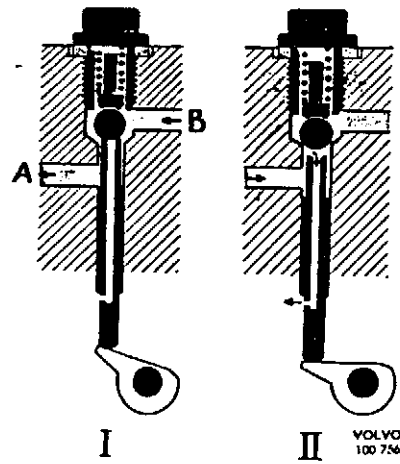
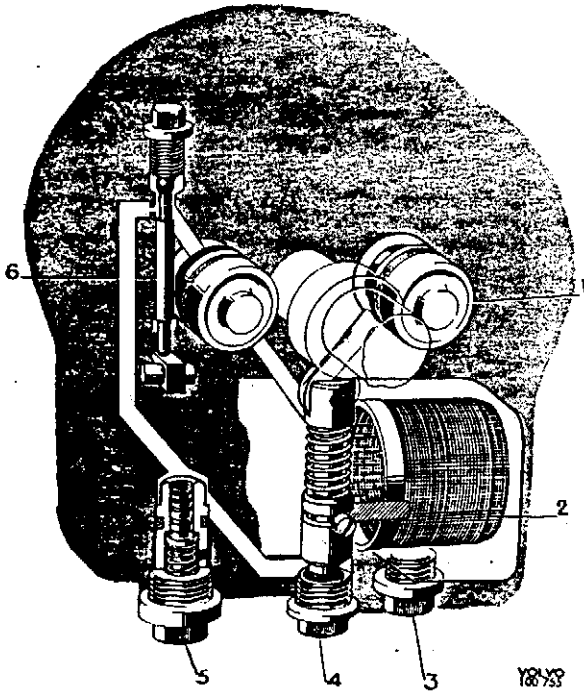

Abb. 5 Manöverventil, frühere Ausführung
Abb. 4 Hydraulische Anlage, spätere Ausführung
Im Overdrive ist eine Kolbenpumpe (4, Abb. 4) vorhanden, welche von einem Exzenter auf der Hauptwelle angetrieben wird. Wenn das Manöverventil (6) geöffnet wird (Lage I, Abb. 5 und 6), so strömt das Öl unter Druck von der Pumpe über das Ventil zu den zwei Zylindern (1). Die Kolben in den Zylindern pressen dabei die Kupplungslamelle nach vorn und diese bekommt Kontakt mit der Bremstrommel.
Wenn der Overdrive der früheren Ausführung ausgeschaltet wird, so wird die Ventilstange gesenkt, wobei das Kugelventil die Verbindung zwischen Pumpe und den Zylindern sperrt. Statt dessen wird der Kanal in der Ventilstange geöffnet, und das Öl von den Zylindern kann durch den Kanal zum Getriebegehäuse, siehe II, Abb. 5, strömen. Die Kupplungslamelle wird dabei von der Feder zurückgedrückt.
Das Ölsieb soll bei jedem Ölwechsel gereinigt werden. Dabei ist zuerst das Öl durch Entfernung der Öl-ablaßschraube (3, Abb. 4, gekennzeichnet „Drain“) unter dem Ölsieb zu entleeren. Danach die Reinigung wie folgt vornehmen:
6. Pumpe und Pumpenventil in umgekehrter Reihen- folge wieder einbauen. Kontrollieren, ob die Dich- tung für die Schraube (4, Abb. 4) einwandfrei ist. Öl auffüllen.